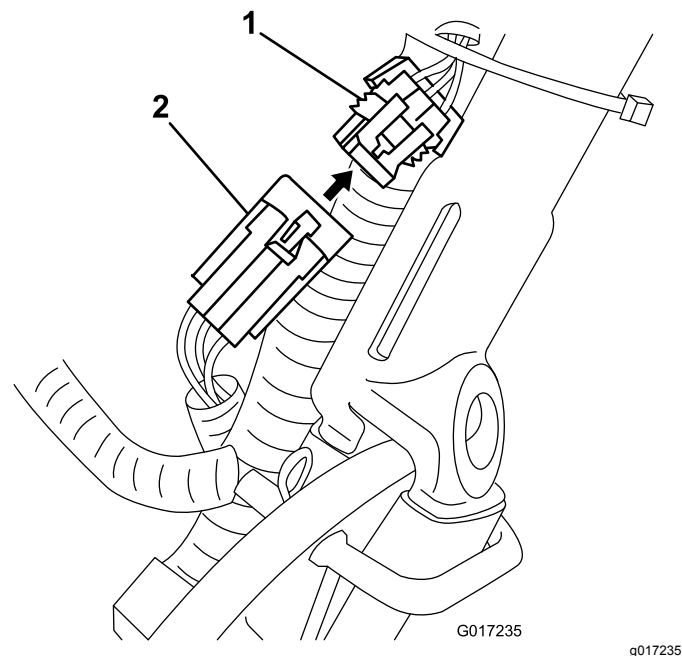

Figure 15
14. Faites passer le faisceau de câblage qui relie la batterie à la machine sous et derrière le faisceau principal, sur le côté gauche de la machine, et branchez le petit connecteur à 6 broches du faisceau au connecteur correspondant sur le faisceau de câblage principal, comme montré à la Figure 15.